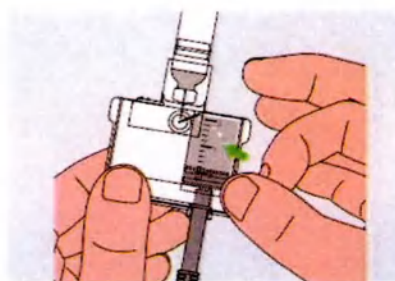

Рисунок 62
4. Постучите по боковой стенке резервуара, чтобы пузырьки воздуха поднялись к верхней части резервуара (рисунок 62).